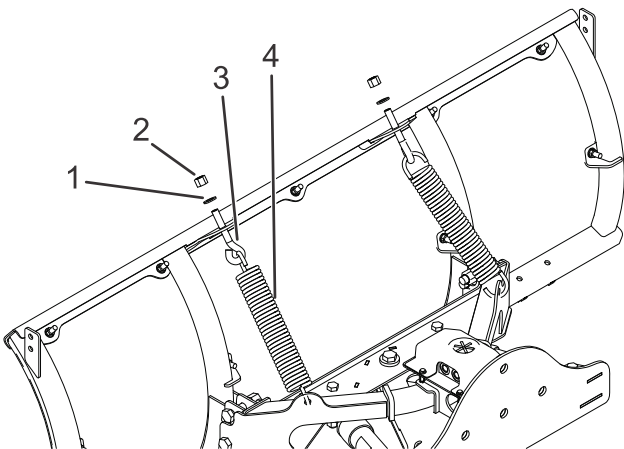

Bild 12
4. Haken Sie die beiden Auslösefedern an den Löchern im Schubrahmen ein (Bild 12).
5. Haken Sie die anderen Enden der Auslösefedern an den beiden Augbolzen ein (Bild 12).
6. Stecken Sie das Gewindeende der Augbolzen durch die Löcher im Pflugblatt und befestigen Sie diese mit zwei Scheiben ($\frac{1}{2}$ " und zwei Nylon-Sicherungsmuttern (Bild 12).